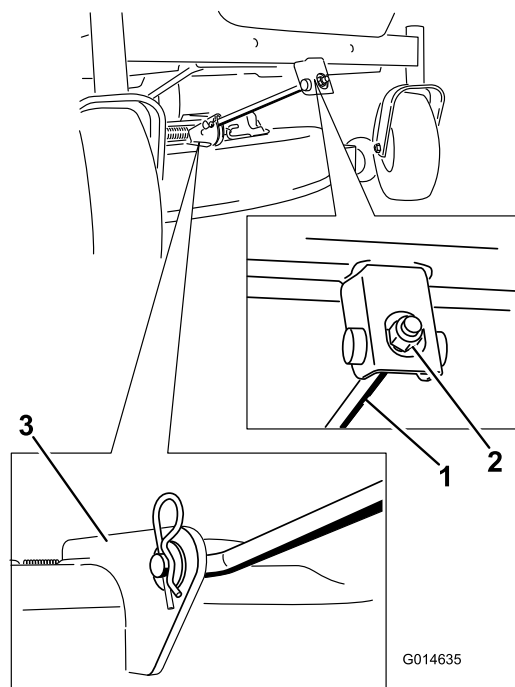

Figura 69
5. Rimuovete la coppiglia dall'asta di supporto frontale e rimuovete l'asta dalla staffa del piatto di taglio (Figura 69).
8. Montate l'asta di sostegno anteriore sul piatto di taglio con il perno con testa e la coppiglia a forcina (Figura 69).